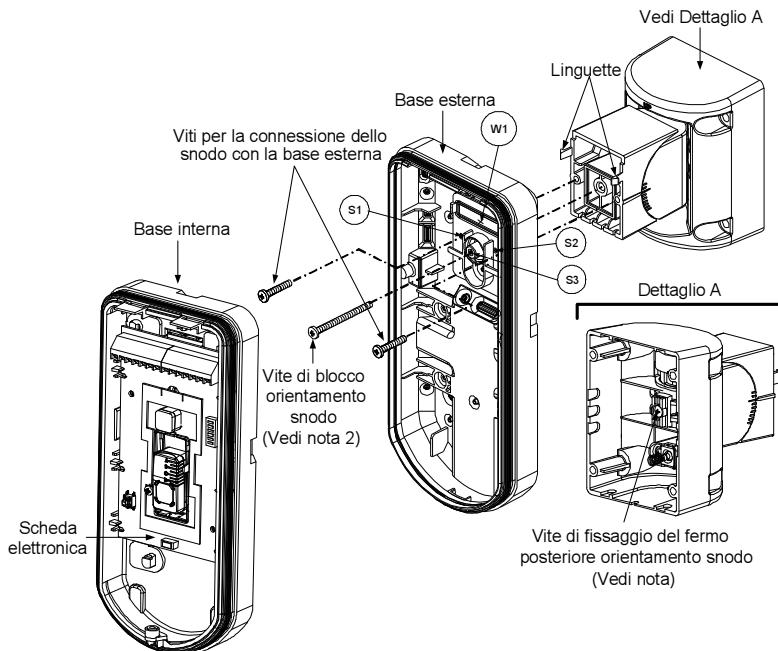

Figura 9
- Unire la base esterna allo snodo utilizzando le apposite lingue ad incastro (Figura 9).
9. Fissare la base esterna allo snodo con due viti tramite le predisposizioni S1 e S2 (Figura 9).
10. Inserire nello snodo standard la vite (fornita) di fissaggio ad angolo facendola passare dalla base esterna attraverso il foro a sfondare S3 (Figura 9).
14. Per regolare lo snodo standard quando viene installata la scheda elettronica (Figura 9):
Quando i punti marcati delle due parti mobili sono allineati (figura 9), lo snodo standard si trova in posizione 0°. Ogni "click" verticale da questa posizione corrisponde ad un incremento / decremento di 5°.